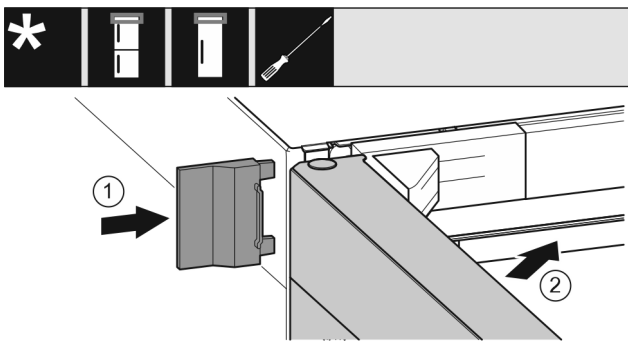

Fig. 19
- ▶ Natakните vanjski pokrov. Fig. 19 (1)
- ▶ Zatvorite gornja vrata. Fig. 19 (2)